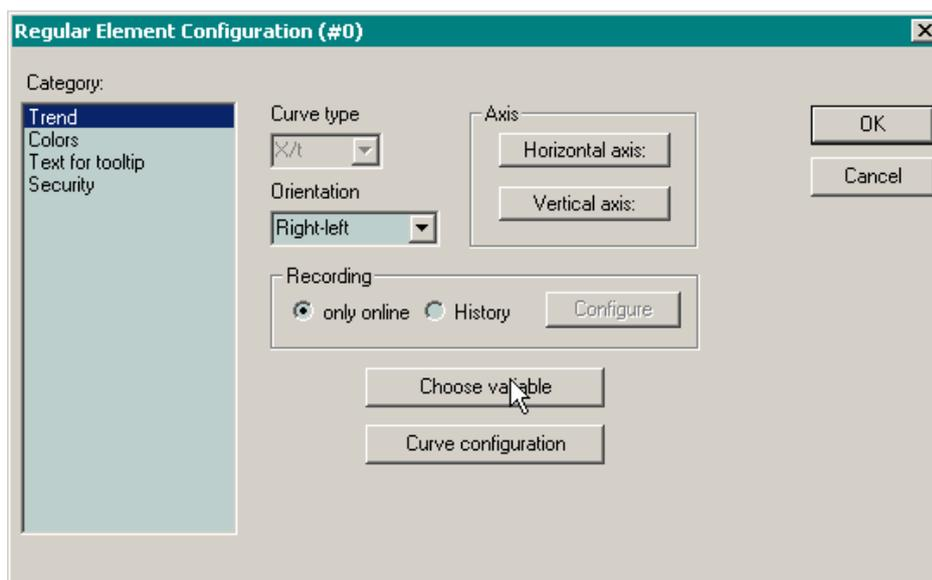

Рис. 91. Диалоговая панель настройки параметров элемента визуализации Тренд
1. Дважды щелкните левой кнопкой мыши над нарисованным элементом Тренд. На экран монитора будет выведена диалоговая панель **Regular Element Configuration**, показанная на рис. 91.